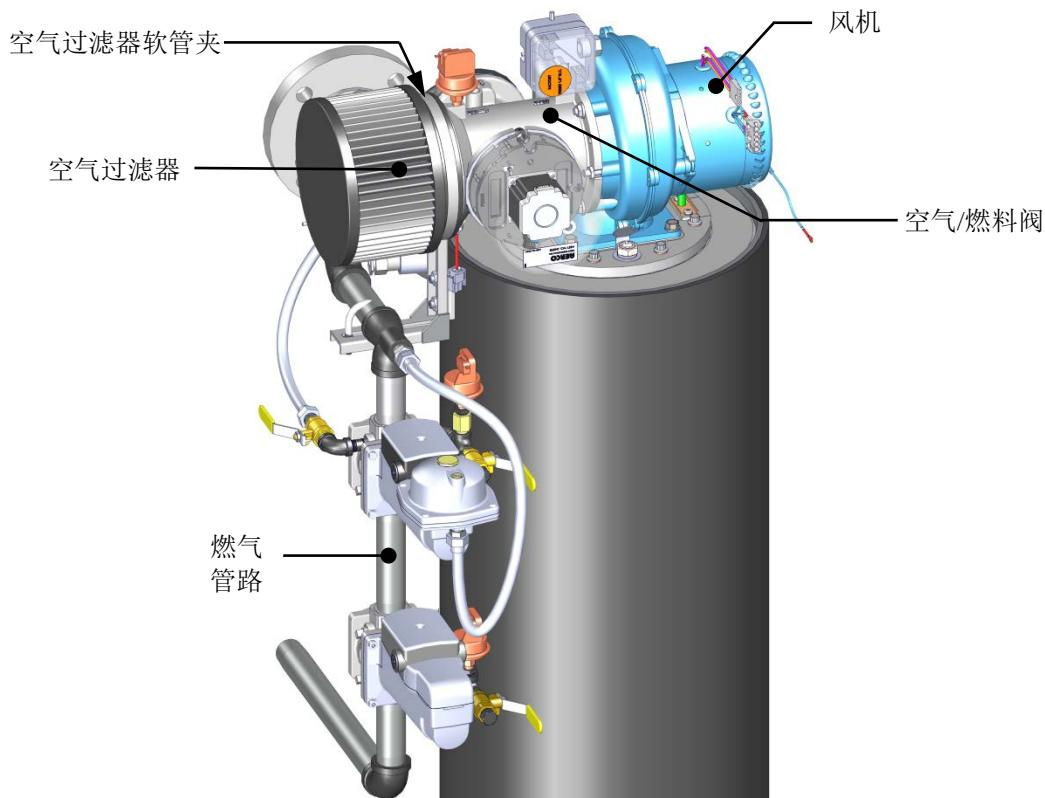

图 7-7：空气过滤器位置
基准系列锅炉配有一个空气过滤器（部件号 59139），应每 12 个月清洁和重新上油，每 24 个月更换一次。空气过滤器位于空气/燃料阀的入口，如图 7-7 所示。
2. 抓住顶部手柄，直接拉出，以从设备上拆下顶部护罩。这将使护罩与侧部面板上的四 (4) 个针脱离。
3. 请参见图 7-7，找到附于空气/燃料阀入口的空气过滤器。